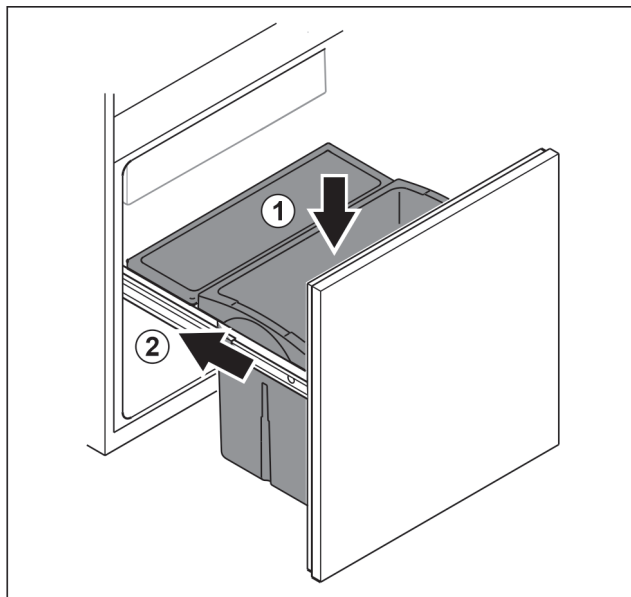

Fig. 149
- ▶ Вставьте выдвижной ящик сверху. Fig. 149 (1)
- ▶ Вставьте выдвижную тележку. Fig. 149 (2)